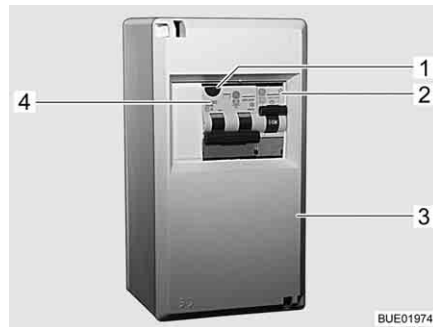

Fig. 181 Coffret de fusibles 230 V
Un disjoncteur différentiel/de protection de circuit combiné (Fig. 181,4) dans le coffret de fusibles (Fig. 181,3) protège tout le véhicule contre le courant différentiel (0,03 A).
Sur les véhicules possédant un équipement spécial (tel que la climatisation), un disjoncteur de protection de circuit supplémentaire (10 A) (Fig. 181,2) protège l'appareil.
- Lorsque le véhicule est raccordé à l'alimentation 230 V, appuyer sur la touche de contrôle (Fig. 181,1). Le disjoncteur différentiel doit se déclencher.